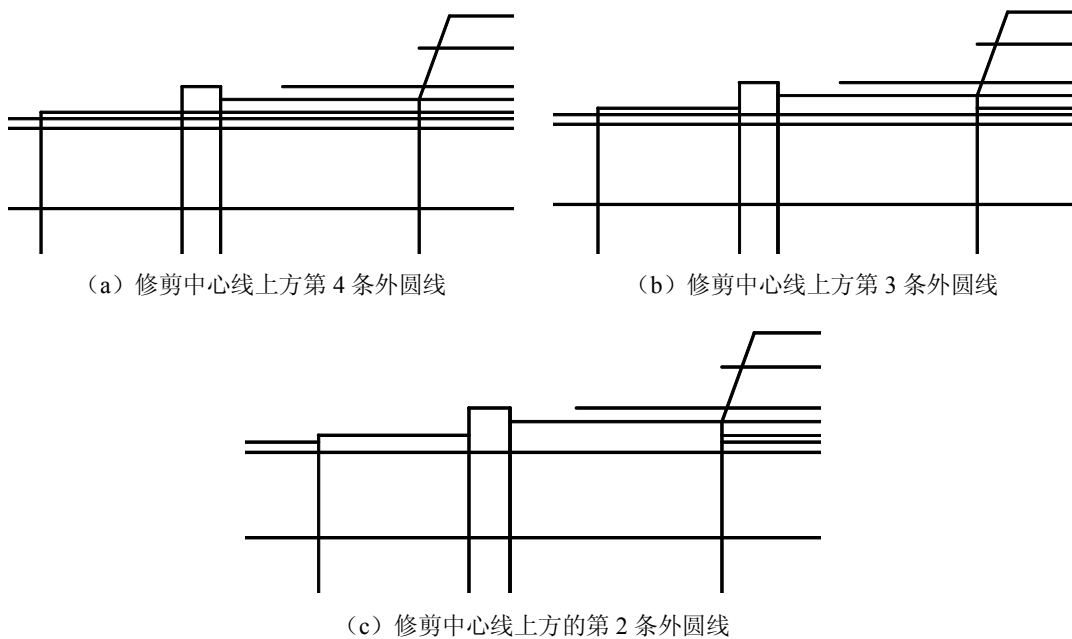

图 11-19 修剪轴外圆线
(1) 使用修剪工具，以轴环右端线为参考，修剪中心线上方第 4 条外圆线。
(2) 使用修剪工具，以蜗杆左端面和轴环左端线为参考，修剪中心线上方第 3 条外圆线。
(3) 使用修剪工具，以轴环左侧线轴身的左端和蜗杆左端面为参考，修剪中心线上面第 2 条外圆线。这三步结果如图 11-19 所示。